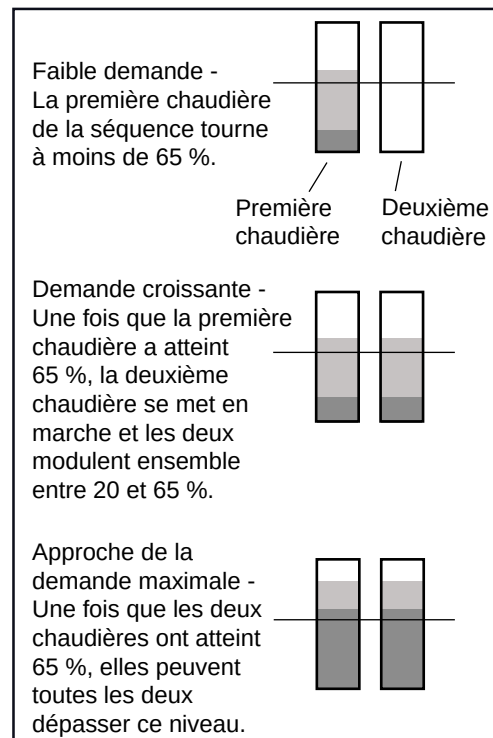

Figure 25. Fonctionnement en maître/esclave (L/L) avec 2 chaudières
- Si la demande de chauffage augmente de telle sorte que le taux de combustion de cette première chaudière atteigne la valeur de base de charge des configurations (Voyez le Tableau 15), la chaudière qui est la suivante dans la séquence démarre et commence à carburer à 20-35 % de vitesse de ventilation (en fonction de votre configuration). Après cela la configuration totale des chaudières va moduler ensemble en montant ou descendant de régime, en réaction avec les changements de la demande (Voyez les Figures 25 et 27).